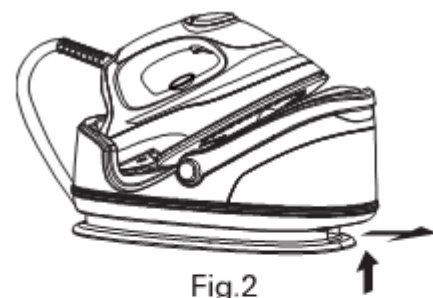

Fig.2
1. Druk het watertankslot bovenwaarts en glij de los te koppelen watertank naar buiten vanaf de basis. (Fig. 2).